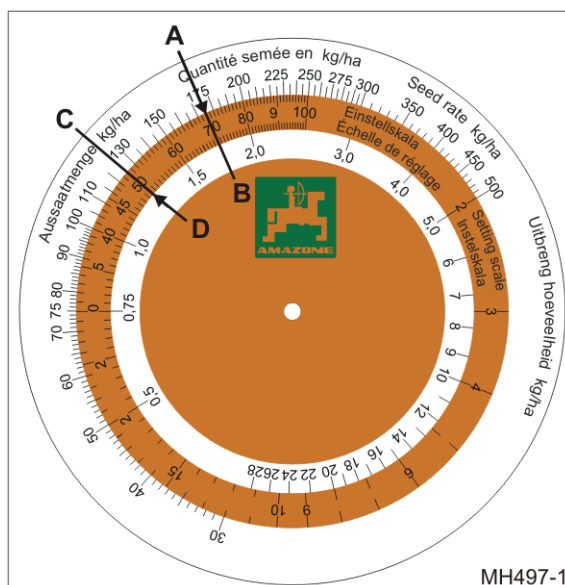

Fig. 88
- o beregnet udsåningsmængde 175 kg/ha (Fig. 88/A)
- o gearindstilling 70 (Fig. 88/B)
2. Aflæs gearindstillingen for den ønskede udsåningsmængde på 125 kg/ha (Fig. 88/C) på regneskiven.
- gearindstilling 50 (Fig. 88/D).